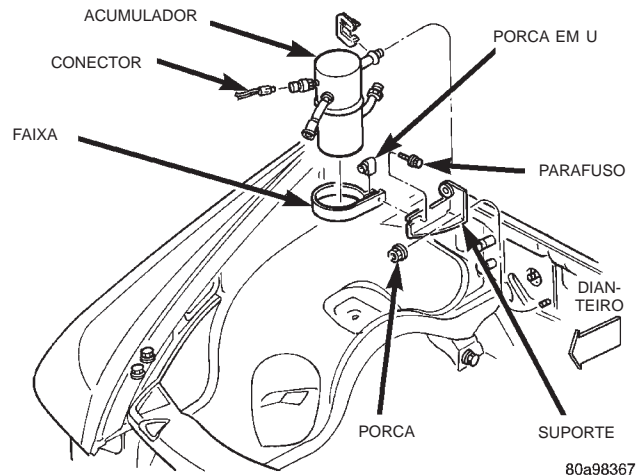

Fig. 34 Remoção/Instalação do Acumulador
- (1) Desconecte e isole o cabo negativo da bateria.
- (2) Recupere o líquido refrigerante do sistema de refrigeração. Consulte “Recuperação do Líquido Refrigerante” na seção “Procedimentos de Manutenção”, deste grupo.
- (3) Desligue o conector do chicote de fiação do interruptor do acoplador de ciclagem de baixa pressão.
- (4) Se o veículo for assim equipado, remova as porcas que prendem o suporte de montagem do servo de controle de velocidade do veículo nos prisioneiros do painel do plenum do curvão e mova o servo o suficiente para acessar os acopladores da linha de refrigeração do acumulador. Consulte o Grupo 8H, “Sistema de Controle de Velocidade”, para obter os procedimentos.
- (5) Solte o parafuso que prende a faixa de retenção do acumulador no apoio do suporte do painel (Fig. 34).
- (6) Desconecte a conexão da linha de refrigeração do sistema de sucção do tubo de saída do acumulador. Consulte “Acoplador da Linha de Refrigeração” na seção “Remoção e Instalação”, deste grupo, para obter os procedimentos. Instale bujões ou cubra com fita